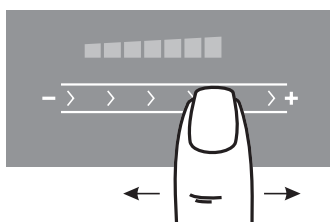

Рис.5
2. Выбор необходимого уровня мощности производится перемещением пальца по специальной поверхности «④» - «скользящая кнопка» (рис. 5). Когда уровень мощности меняется, звучит сигнал, а в окне выбранной конфорки отображается мощность от «0» до «9» и «P». «P» - усиленная мощность (BOOSTER).
1. Работающую конфорку касанием зоны ② перевести в режим управления.
2. Перемещая палец по поверхности ④ - «скользящая кнопка» измените режим нагрева конфорки (рис. 5).